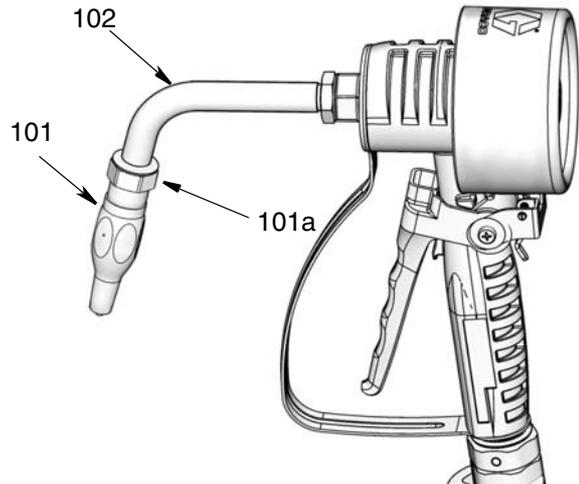

FIG. 7
5. Instale la boquilla (101):
**NOTA:** No utilice cinta PTFE ni sellador en las roscas de la boquilla (101). Esto podría causar fugas en el adaptador.
- a. Enrosque la boquilla (101) en la extensión (102) tal como se observa en FIG. 7.
- b. Utilice una llave ajustable de extremo abierto en los lados planos del casquillo de la boquilla (101a) (FIG. 7) para apretar el adaptador.